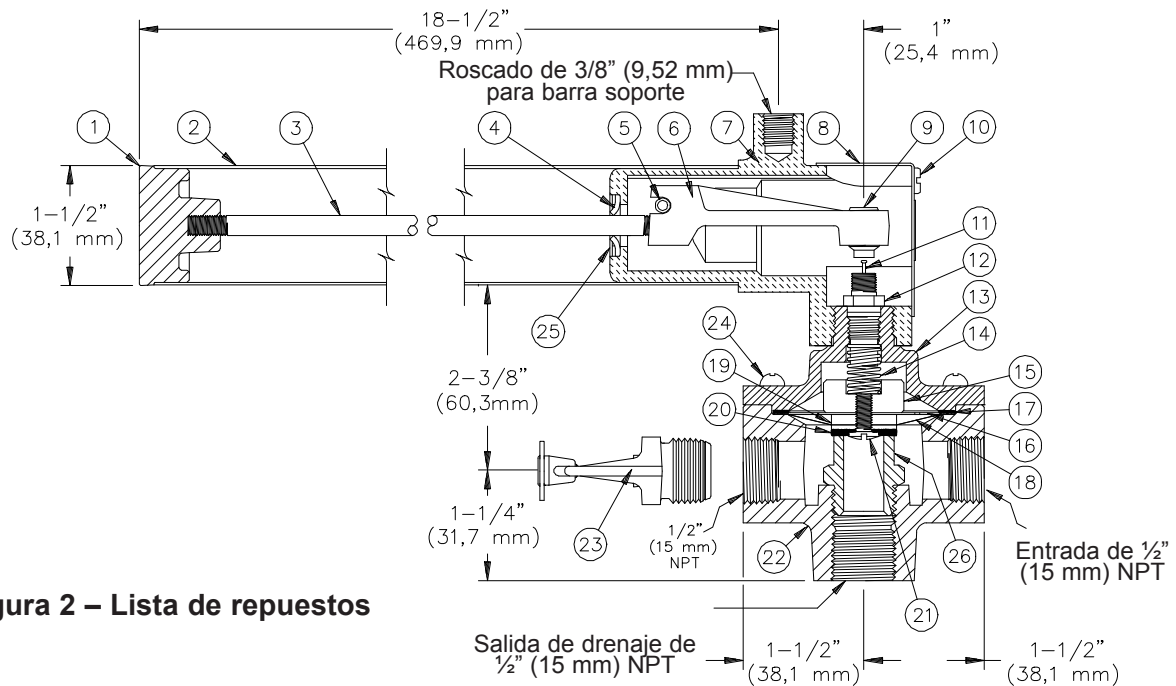

Figura 2 – Lista de repuestos
5. FUNCIONAMIENTO (Ver la Figura 2)
C. Mantenimiento (Ver la Figura 2)